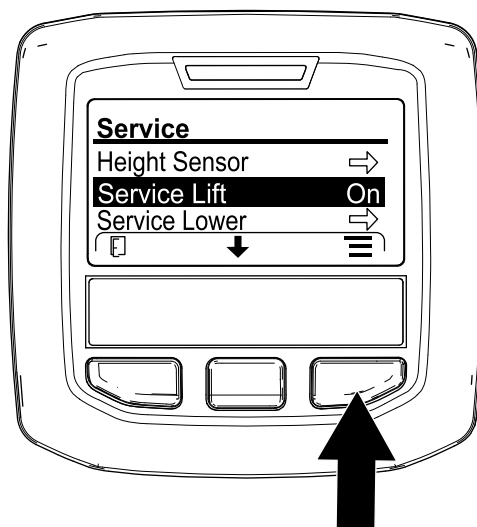

Figure 131
4. Appuyez sur le bouton central de l'InfoCenter jusqu'à ce que l'option SERVICE LIFT (levage pour entretien) soit sélectionnée (Figure 131), puis appuyez sur le bouton droit.